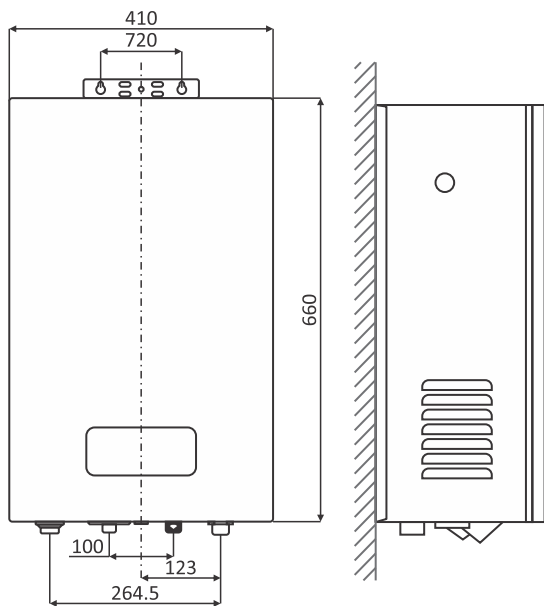

Рисунок 5.1 - Монтажные размеры
1. Просверлите монтажные отверстия (рисунок 5.1).